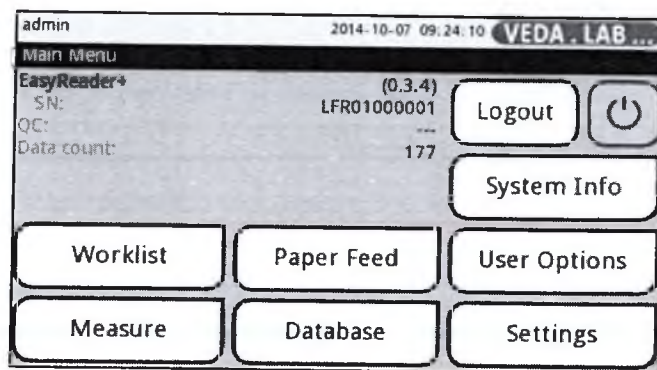
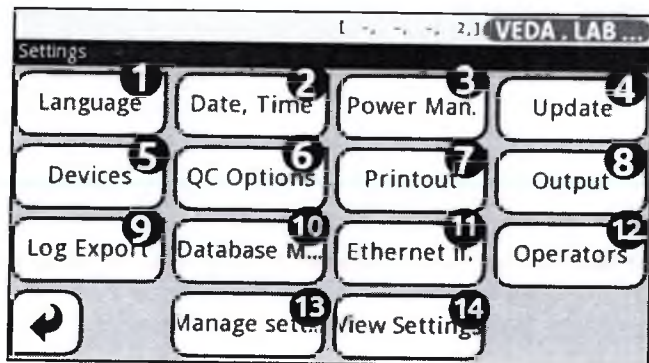

Рис. 39: Окно Главное меню
Рис. 41: Меню **Настройки (Settings)** с отмеченными функциональными кнопками.
Для обзора действующих настроек коснитесь кнопки **Настройки (Settings)** в **Главном меню (Рис. 39)**, а затем в меню **Настройки (Settings)** - кнопки **Просмотр настроек (View Settings)** (14 на Рис. 41). Коснитесь кнопки **Печать (Print)** для распечатки списка действующих настроек.
- 2 В меню **Настройки (Settings)** коснитесь кнопки **Язык (Language)** (1 на Рис. 41), а затем кнопкой-переключателем установите нужный вам язык.
- 2 В меню **Настройки (Settings)** коснитесь кнопки **Дата и время (Date&Time)** (2 на Рис. 41) для изменения времени и даты.
1 Доступ в меню **Настройки>Операторы>Безопасность (Settings>Operators>Security)**: в Главном меню коснитесь кнопки **Настройки (Settings)**, в меню **Настройки (Settings)** коснитесь кнопки **Операторы (Operators)** (12 на Рис. 41), а затем кнопки  в появившемся окне **Операторы (Operators)**.
2 В меню **Установки (Settings)** коснитесь кнопки **Печать (Printout)** (7 на Рис. 41).
2 В меню **Настройки (Settings)** коснитесь кнопки **Передача (Output)** (8 на Рис. 41) и выберите переключателем **LIS2**. Коснитесь кнопки **Следующий (Next)** для настройки выбранной передачи.